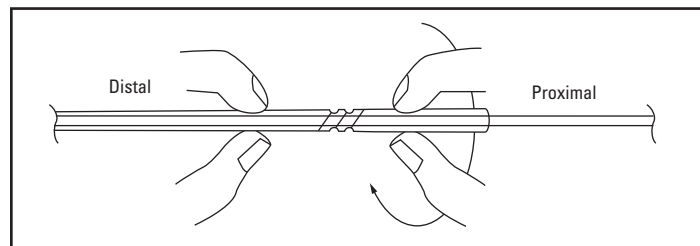

Abbildung 7. Verriegelung durch Rechtsdrehung
4. IDC Spirale nach dem Entriegeln vorsichtig 2 mm zur Spitze der Einführschleuse vorschieben und anschließend Twist-Lock wieder verriegeln (Abbildung 7).
6. IDC Spirale durch leichten Druck auf beiden Seiten des Twist-Lock-Mechanismus der Einführschleuse und Rechtsdrehung der proximalen Seite an ihrer Position verriegeln (Abbildung 7).